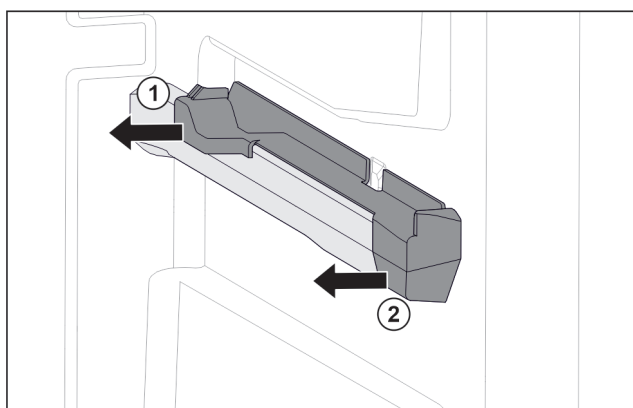

Fig. 93 Násuvný diel na pravom rebre nádoby
- Stiahnite násuvný diel vzadu do strany. Fig. 93 (1)
- Stiahnite násuvný diel vpredu do strany. Fig. 93 (2)